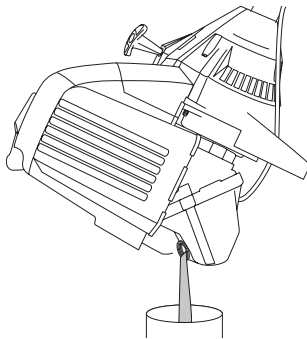

Figure 42
3. Vierta el aceite fuera del orificio de llenado de aceite en un recipiente inclinando la unidad hasta una posición vertical (Fig. 42). Deje suficiente tiempo como para completar el drenaje.